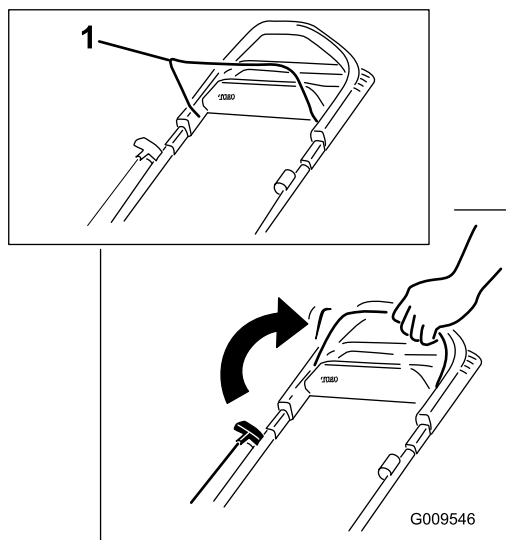

Figura 14
1. Tirate la barra di comando della lama contro la stegola e tenetela in questa posizione (Figura 14).